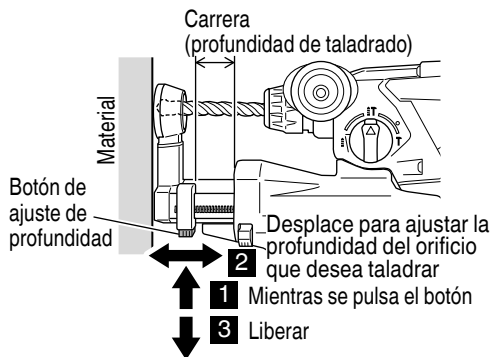

Fig. 8
3. Ajuste de la profundidad de taladrado (Fig. 8, 9)
Pulse el botón de ajuste de la profundidad en la dirección indicada por la flecha para liberar el bloqueo, mueva la boquilla para ajustar la carrera igual que la profundidad a la que desee taladrar y, a continuación, suelte el botón de ajuste de la profundidad para bloquear la posición. (Fig. 8)